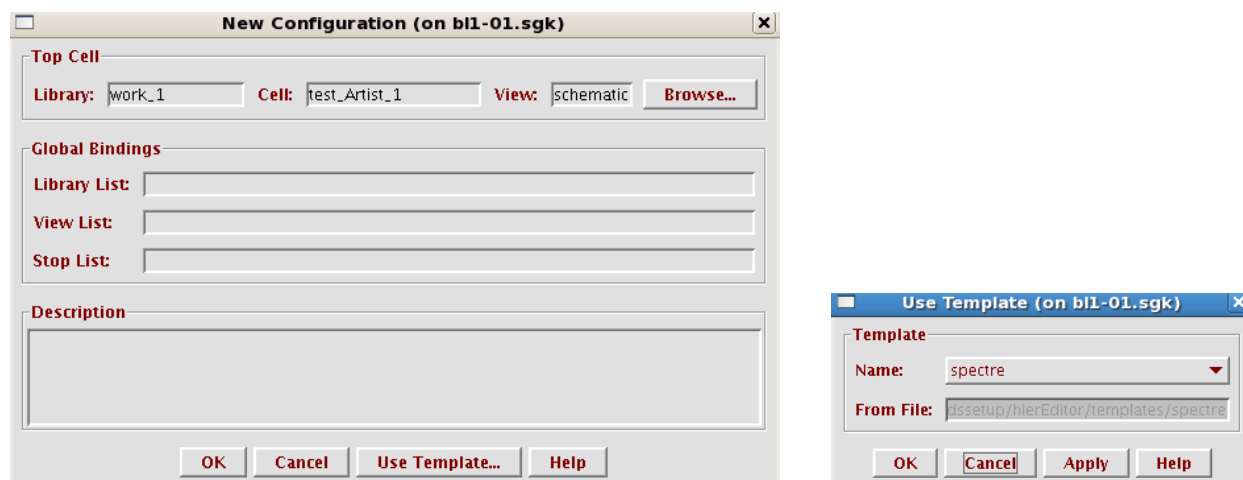

Рис.6.2 Выбор шаблона (template) для создания новой конфигурации.
- Кнопка *Use Template...* в форме *New Configuration* позволяет вам выбрать шаблон (template), совместимый с симулятором, который вы запускаете (рис. 6.2).